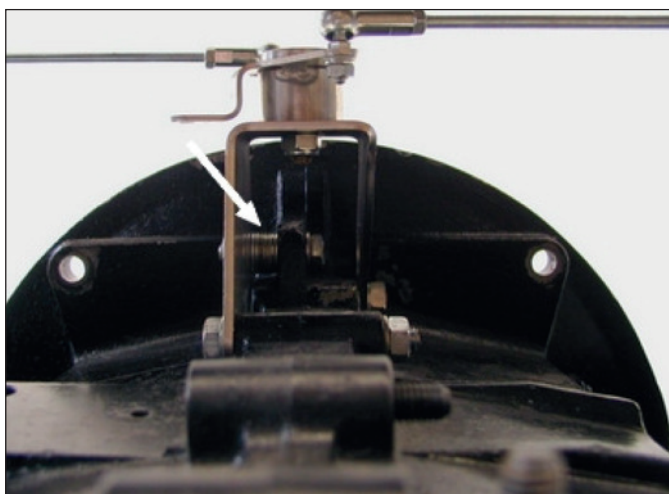

Fig. 1
- Insert an M8x35 bolt through the free mounting hole (above the front bolt) on the engine block. Next position 5-6 (as required) 8 mm washers on the bolt. The washers must be flush with the lower offset on the housing. (Fig.1)
die freie Montagebohrung (über der vorderen Schraube) des Motorblocks. Setzen Sie anschließend je nach Bedarf 5-6 8mm Scheiben auf die Schraube auf. Die Scheiben müssen mit dem unteren Absatz des Gehäuses bündig sein (Fig.1).